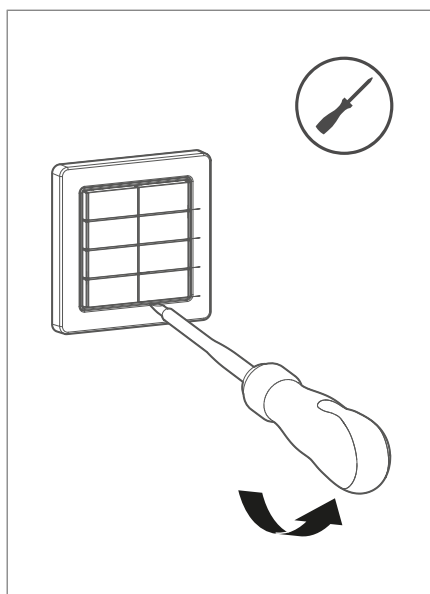

Fig. 18: Rimozione dei pulsanti
- ① Rimuovere i pulsanti dal modulo pulsante (guardare Fig. 18).